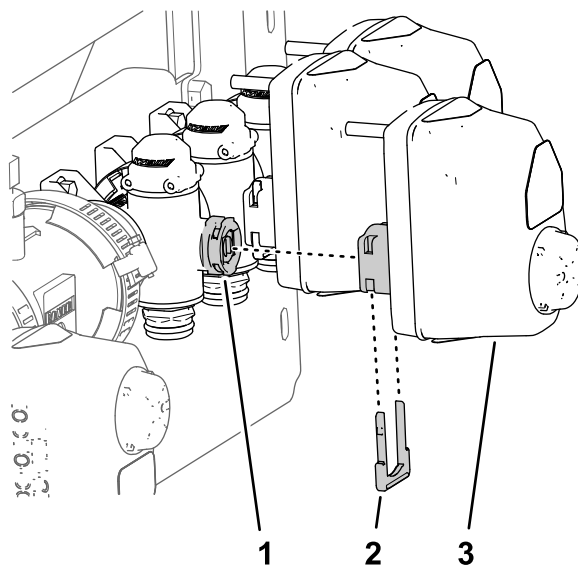

图 51
8. 将您在 **拆下阀门致动器** (页码 19) 的步骤 2 中卸下的喷洒臂段阀致动器的连接器与歧管阀的阀杆口对齐图 51。
9. 使用在 **拆下阀门致动器** (页码 19) 的步骤 1 中卸下的卡环图 51 将喷洒臂段阀致动器固定到歧管阀上。